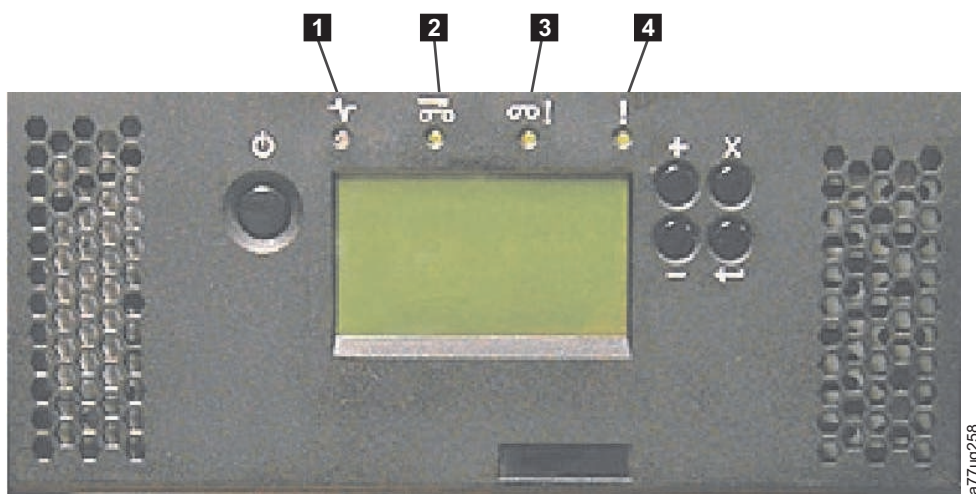

Figure 155. Voyants du panneau avant de la bandothèque
- 1) Le voyant Prêt/Activité (**1** dans la figure 155, à la page 219) s'allume.
- 1) Le voyant d'erreur (**4** de la figure 155, à la page 219) s'allume.
- 1) Le voyant Prêt/Activité du boîtier de remplacement de la bandothèque s'allume (**1** dans la figure 155, à la page 219).
- 1) Le voyant d'erreur (**4** dans la figure 155, à la page 219) s'allume. Cela indique que la carte contrôleur de la bandothèque défectueuse ne fonctionne pas correctement.
- 1) Le voyant Prêt/Activité s'allume sur le boîtier de remplacement de la bandothèque (**1** dans la figure 155, à la page 219).
- 1) Le voyant d'erreur (**4** dans la figure 155, à la page 219) s'allume.